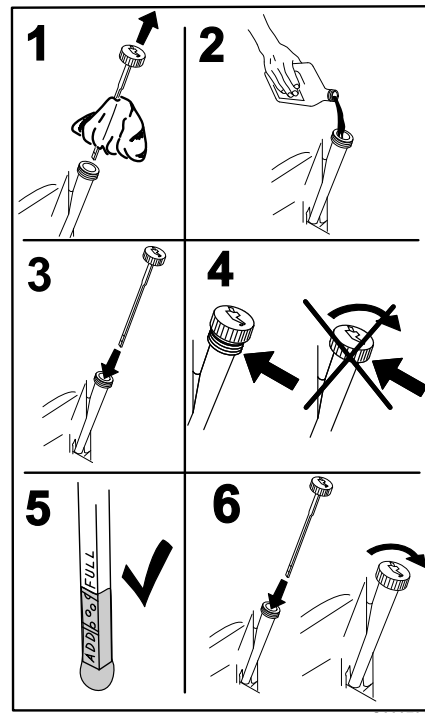

Figura 43
4. Vierta lentamente un 80% aproximadamente del aceite especificado por el tubo de llenado, luego añada lentamente el resto del aceite hasta que llegue a la marca **Full** (Figura 43).